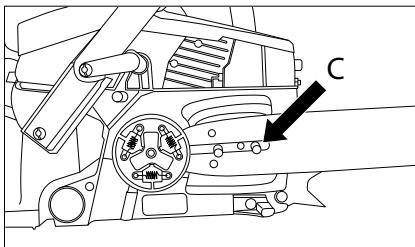

Fig. 6
4. Instalați sina în asa fel încat fanta de pe sina să coincida cu ambele bolturi (C) (Fig. 6).